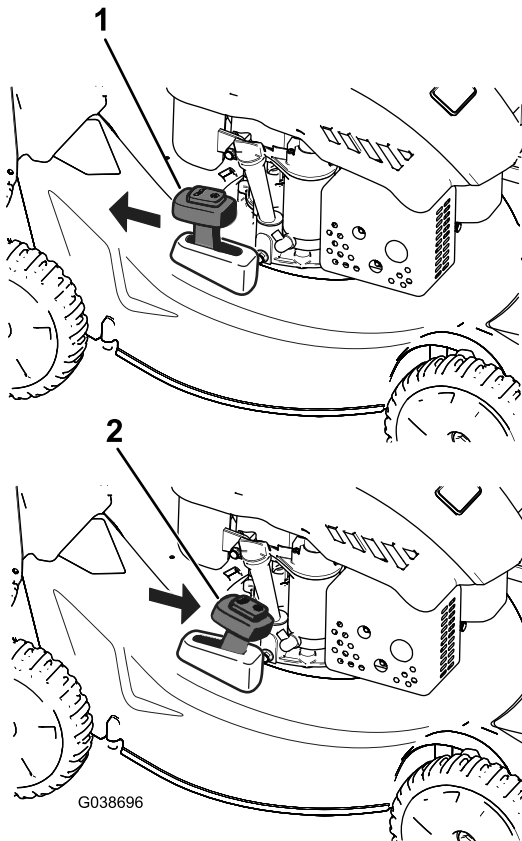

Figura 18
Para reciclar los recortes, mueva la palanca de ensacado a demanda a la posición de RECICLADO (Figura 18).
2. Instale el recogedor; consulte Instalación del recogedor \(página 13\) y mueva la palanca de ensacado a demanda a la posición de ENSACADO, como se muestra en la Figura 18.
Nota: Si el recogedor está instalado en la máquina, retírelo antes de proceder a la descarga lateral de los recortes; consulte Retirada del recogedor \(página 14\). La palanca de ensacado a demanda debe estar en la posición de ENSACADO, como se muestra en la Figura 18.